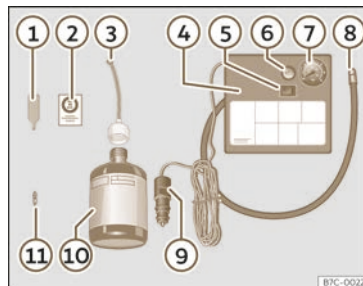

Abb. 257 Prinzipdarstellung: Inhalt des Reifenflicksets.
Das Reifenflickset befindet sich im Gepäckraum unter dem Bodenbelag. Es besteht aus folgenden Bestandteilen >>> (Abb. 257):
- Ventilkappe und Ventileinsatz vom Reifenventil abschrauben. Verwenden Sie den Ventileinsatzdreher >>> (Abb. 257) ① zum Heraus-schrauben des Ventileinsatzes. Legen Sie den Ventileinsatz auf einem sauberen Untergrund ab.
- Reifenfüllflasche kräftig schütteln >>> (Abb. 257) ⑩.
- Einfüllschlauch >>> (Abb. 257) ③ auf die Reifenfüllflasche schrauben. Die Folie am Verschluss wird automatisch durchstoßen.
- Verschlussstopfen vom Einfüllschlauch >>> (Abb. 257) ③ entfernen und das offene Schlauchende auf das Reifenventil schrauben.
- Ventileinsatz mit dem Ventileinsatzdreher >>> (Abb. 257) ① wieder in das Reifenventil schrauben.
- Reifenfüllschlauch >>> (Abb. 257) ⑧ des Luftkompressors fest auf das Reifenventil schrauben.
- Prüfen, ob die Luftablassschraube >>> (Abb. 257) ⑥ zuge dreht ist.
- Kabelstecker >>> (Abb. 257) ⑨ in eine 12-Volt-Steckdose des Fahrzeugs stecken >>> S. 276.
- Luftkompressor mit dem EIN-/AUS-Schalter >>> (Abb. 257) ⑤ einschalten.
- Kleben Sie den Aufkleber >>> (Abb. 257) ② im Sichtfeld des Fahrers auf das Kombi-Instrument.
>>> (Abb. 257)  wieder an und lesen Sie den Reifenfülldruck an der Reifenfülldruckanzeige  ab.